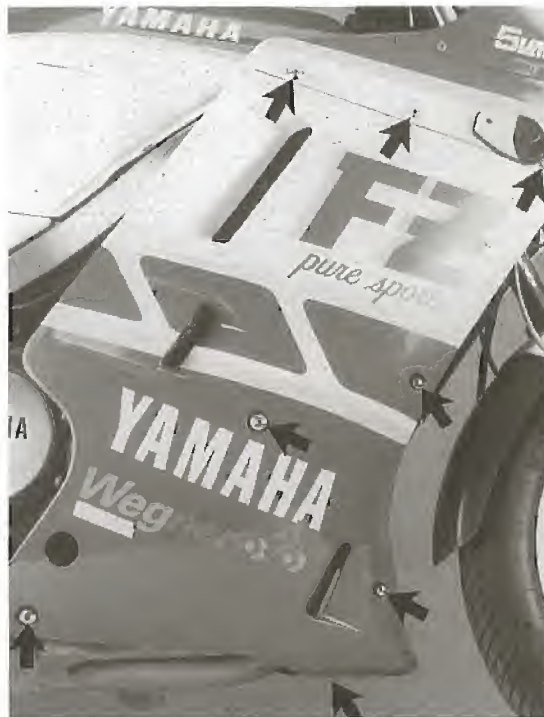

Bild 9
- Bugverkleidung (nur neuere Ausführungen) nach Ausdrehen der Schrauben Bild 9 abnehmen.
● Verkleidungsteile (Bild 9) links und rechts ausbauen.